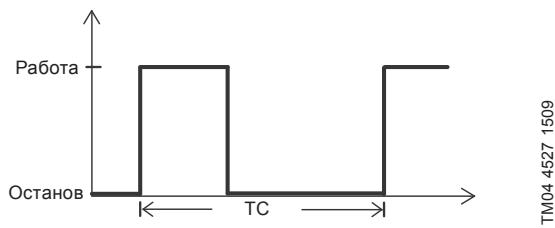

Рис. 17 Режим работы S3
Режим работы S3 означает серию идентичных рабочих циклов (TC) с постоянной нагрузкой, чередующихся с перерывами в работе. Во время цикла не достигается теплового равновесия. См. рис. 17.